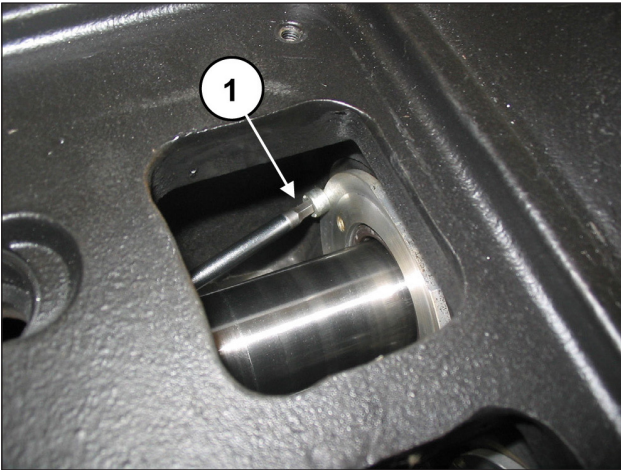

Fig. 117
Dévisser les deux vis de retenue du couvercle du joint d'huile (rep. ①, Fig. 117).